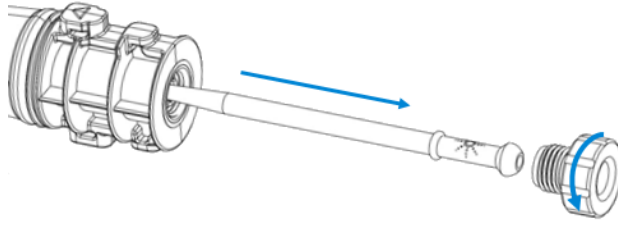

Figura 7. Desenrosque la tuerca de bloqueo y extraiga el inyector.
2. Desenrosque la tuerca de bloqueo del cuerpo de la antorcha y extraiga el inyector tirando con cuidado de la rótula, tal como se muestra en la Figura 7.